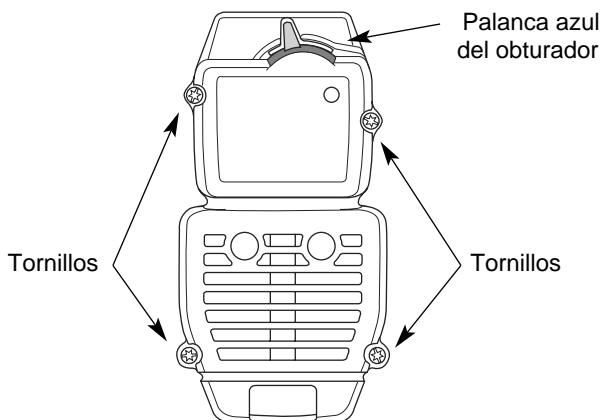

Fig. 24
- Saque los cuatro (4) tornillos que sostienen la cubierta del silenciador / filtro de aire (Fig. 24). Use un destornillador de vástago plano o de broca Torx N° T20.
- Inserte los cuatro (4) tornillos en los orificios de la cubierta del silenciador / filtro de aire (Fig. 24) y ajústelos. No los ajuste demasiado.